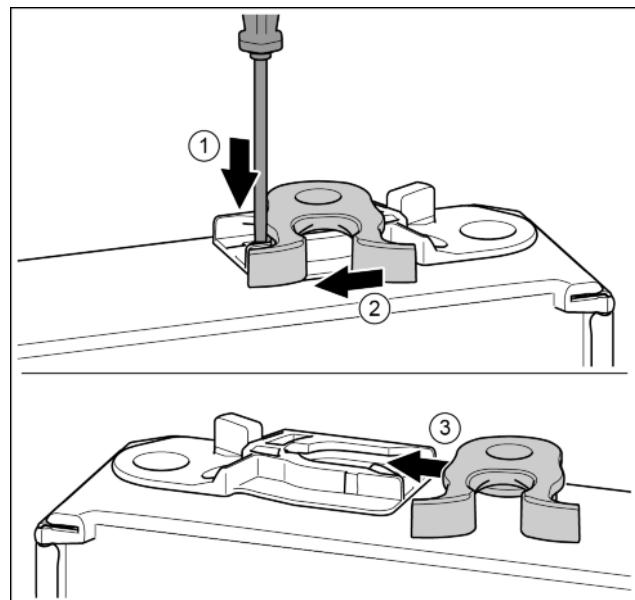

Fig. 14
- За допомогою шліцевої викрутки притисніть уніз накладку. Fig. 14 (1)
- Витягніть із напрямної запірний гачок. Fig. 14 (2)
- Вставте запірний гачок у напрямну з іншого боку. Fig. 14 (3)